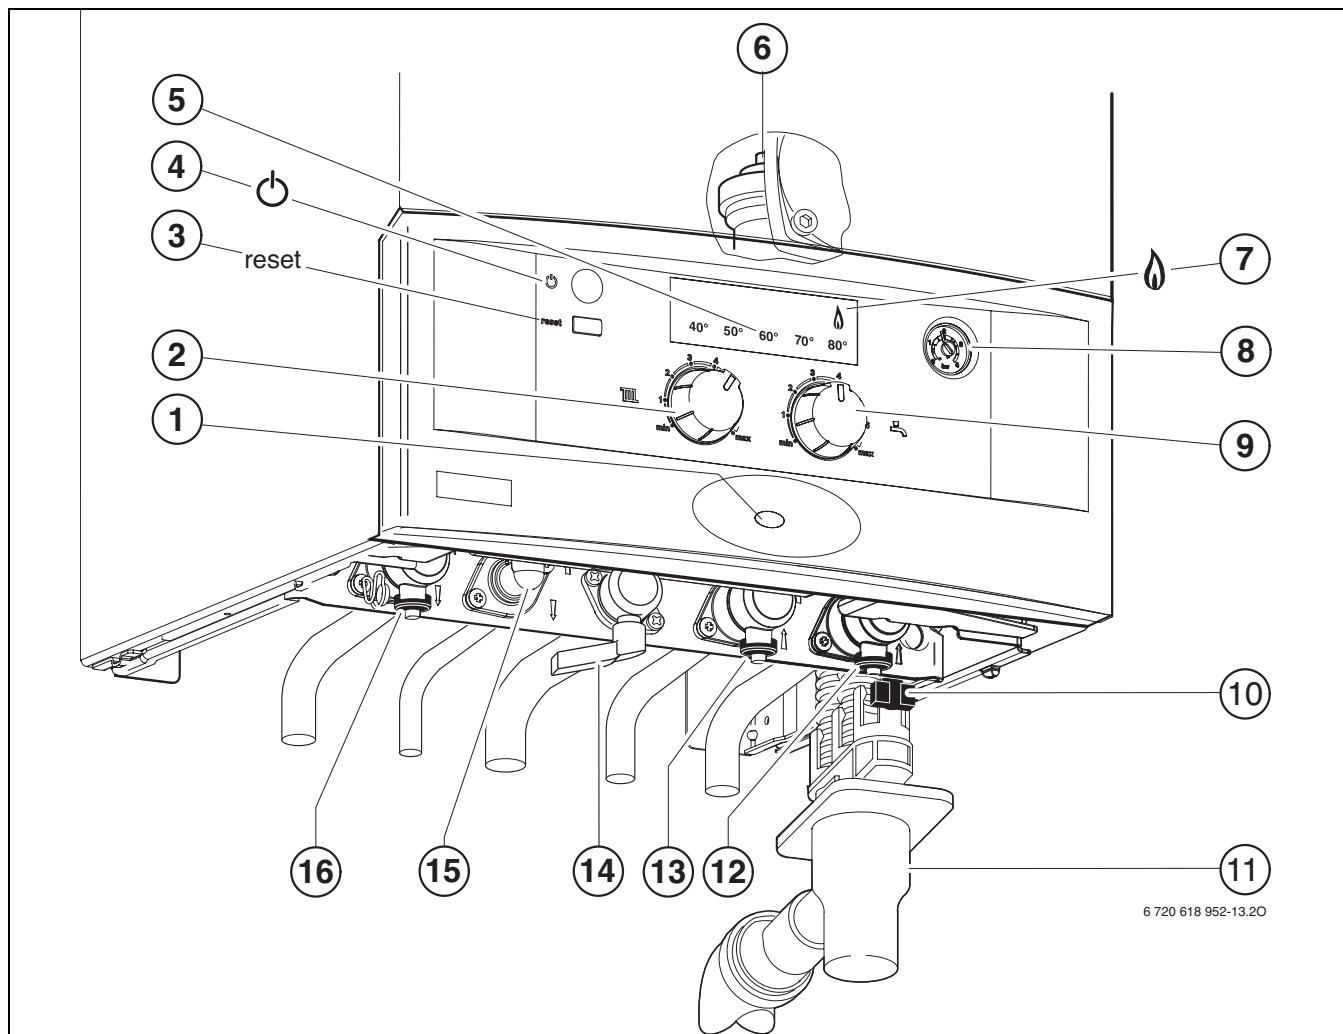

Fig. 28
- ▶ Ouvrir le robinet d'eau froide (→ fig 28, [13]).
- ▶ Ouvrir le robinet de départ du chauffage et le robinet de retour du chauffage (→ fig 28, [12] et [16]), remplir l'installation de chauffage à une pression comprise entre 1 et 2 bars et fermer le robinet de remplissage.
- ▶ Ouvrir le robinet de gaz (→ fig 28, [14]).
- ▶ Ouvrir le purgeur automatique (→fig. 28, [6], page 37).